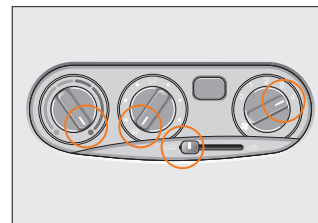

Рис. 62. Предохранение стёкол от запотевания и замерзания
**Предохранение стёкол от запотевания и обмерзания (рис. 62).** Для предохранения ветрового стекла и стёкол дверей от запотевания в летнее время достаточно направить на них холодный воздух. Для этого установите средний вращающийся переключатель в положение